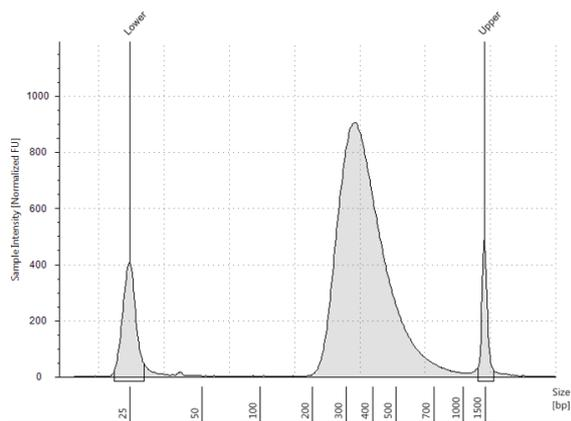
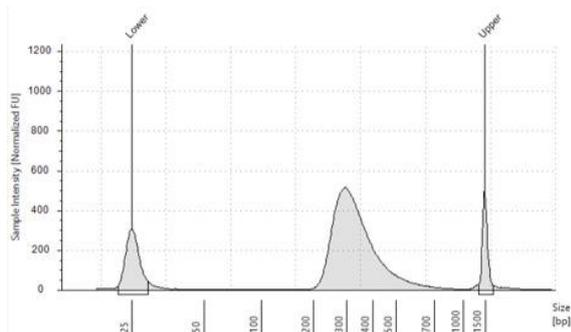
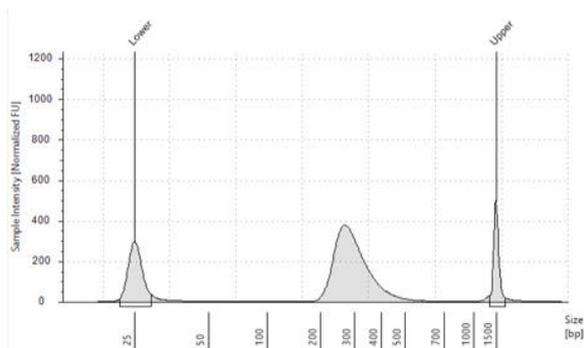

図 17 高品質 gDNA サンプルから調製したキャプチャ後ライブラリの電気泳動図 (High Sensitivity D1000 アッセイ)
図 18 典型的な FFPE 由来 gDNA サンプルから調製したキャプチャ後のライブラリ (High Sensitivity D1000 ScreenTape アッセイ)
図 19 低品質な FFPE gDNA サンプルから調製したキャプチャ後ライブラリの電気泳動図 (High Sensitivity D1000 アッセイ)
17. 泳動終了後、エレクトロフェログラムで期待される DNA フラグメントサイズのピークが得られているか確認します(表 95 のガイドラインを参照ください)。2 x 100 bp リード用に断片化された DNA から作製されたライブラリのエレクトロフェログラム例は図 17(高品質 DNA から調製したライブラリ)、図 18(中程度の品質の FFPE DNA から調製したライブラリ)および図 19(低品質の FFPE DNA から調製したライブラリ)に示されています。